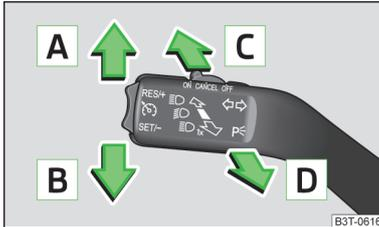

Abb. 31
- Den Blinker- und Fernlichthebel zum Lenkrad ziehen und nach unten schieben » Abb. 31 auf Seite 55.
- Den Blinker- und Fernlichthebel zum Lenkrad ziehen und nach oben schieben » Abb. 31 auf Seite 55.
Bedienungshebelstellungen » Abb. 31